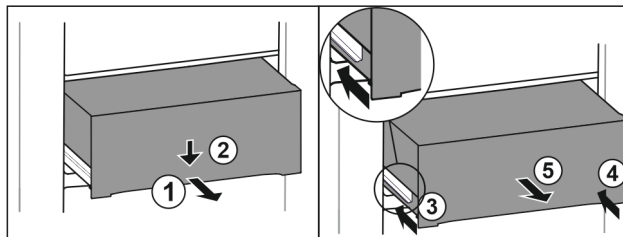

Fig. 131
- ▶ Wyciągnąć szufladę do połowy. Fig. 131 (1)
- ▶ Popchnąć szufladę z przodu w dół. Fig. 131 (2)
- ▶ Wsunąć lewą szynę o ok. 2 cm. Fig. 131 (3)
- ▶ Wsunąć prawą szynę o ok. 2 cm. Fig. 131 (4)
- ▶ Wyjąć szufladę do przodu. Fig. 131 (5)